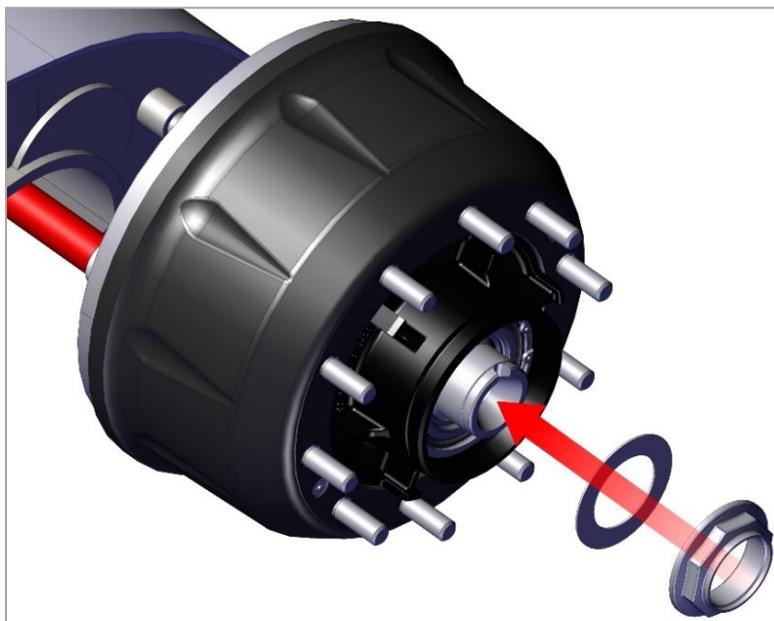

Рис. 25. Монтаж упорной шайбы и гайки подшипников ступицы.
2) Установите упорную шайбу и гайку подшипников ступицы (Рис. 25).